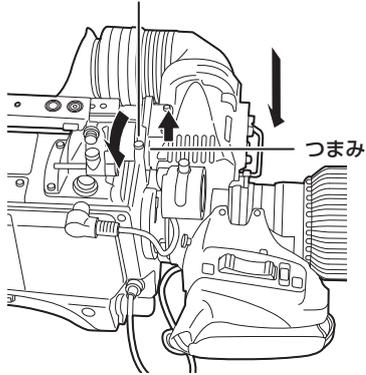

図 1
- 2 取り付けプレートのつまみを引き上げ、プレートをスライドさせてビューファインダーを取り付ける。(図 1)